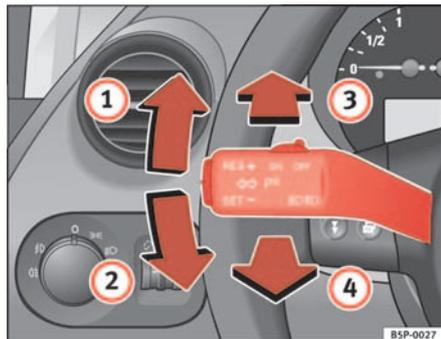

Fig. 77 Palanca de intermitentes y de luz de carretera
- Desplace la palanca hacia arriba hasta el tope ⇒ fig. 77 ① para encender el intermitente **derecho** o bien hacia abajo ②, para encender el intermitente **izquierdo**.
- Desplace la palanca hacia adelante ⇒ fig. 77 ③ para encender la luz de carretera.